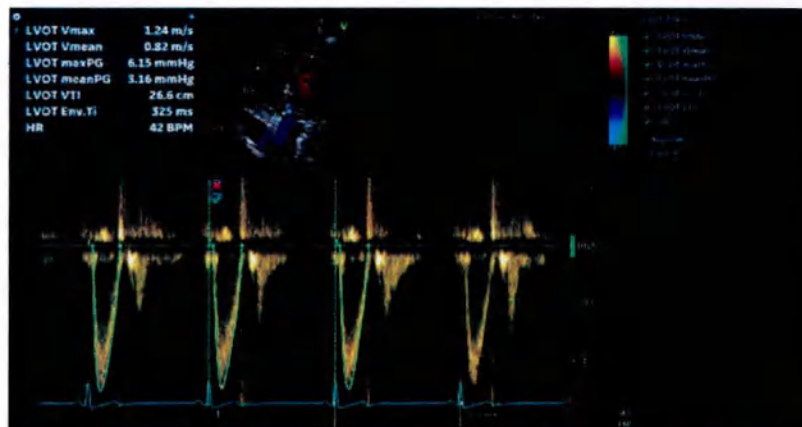

Рис. 7-38. Отклоните или сохраните циклы
4. Наведите курсор на цикл и либо отклоните его, либо сохраните отдельно от остальных, нажав на соответствующий значок (см. Рис. 7-38). Нажмите кнопку **Recalc** (Пересчитать), чтобы восстановить отклоненные циклы.